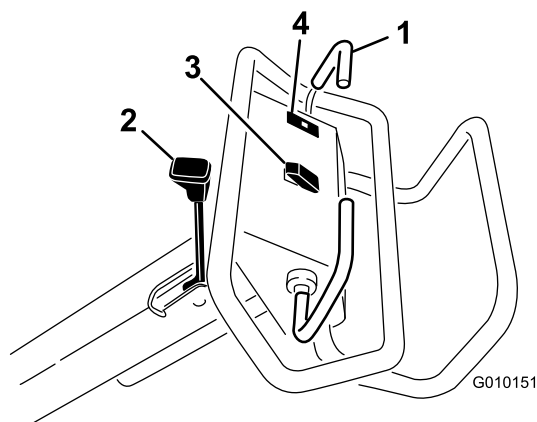

Figura 11
Per avanzare, spostate in avanti la barra di comando della trazione. Per spostarvi in retromarcia, tirate indietro la barra di comando (Figura 11).
- Per inserire il freno di stazionamento spostate la relativa leva verso la stegola dell'operatore (Figura 11).
La spia di avvertenza della pressione dell'olio (Figura 11) si illumina quando la pressione dell'olio motore scende al di sotto di un livello di sicurezza. Se si riscontra una bassa pressione dell'olio, spegnete il motore e determinatene la causa. Riparate il danno prima di riavviare il motore.
Sollevamento – premete la parte superiore dell'interruttore (Figura 11) per sollevare e disinnestare la testa di carotaggio. Il motore deve girare per generare la pressione di sollevamento. Se la testa di carotaggio si trova al di sotto dell'altezza di trasferimento, fate riferimento a Reset del circuito di controllo del sistema (pagina 25).
Abbassamento/Innesto – premete la parte inferiore dell'interruttore (Figura 11) per abbassare la testa di carotaggio e innestarla. Per attivare l'interruttore la barra di comando della trazione deve essere spostata in avanti.